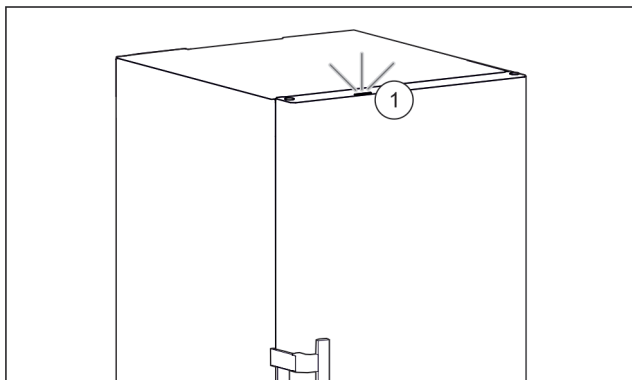

Fig. 56 Aktiivne olekutuli suletud ukse korral
- ▷ Olekutuli Fig. 56 (1) on aktiveeritud.